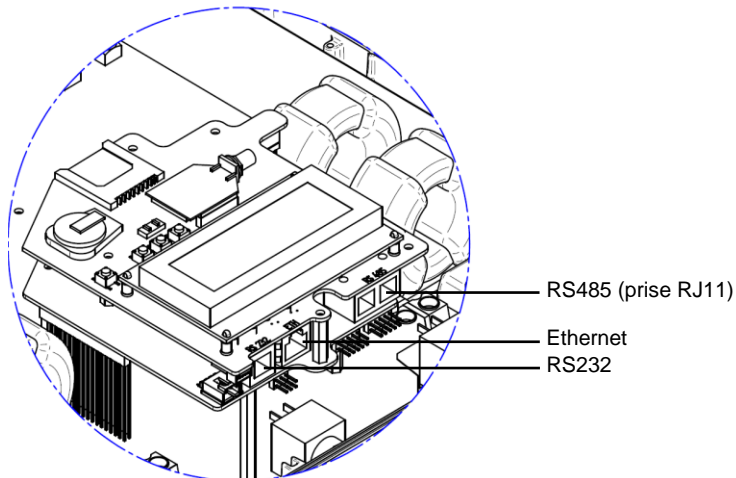

Figure 19 : Ethernet et RS485 : connecteurs RJ45/RJ11
- Insérez la prise dans le connecteur RJ45 sur la carte de l'onduleur, comme indiqué en Figure 19.